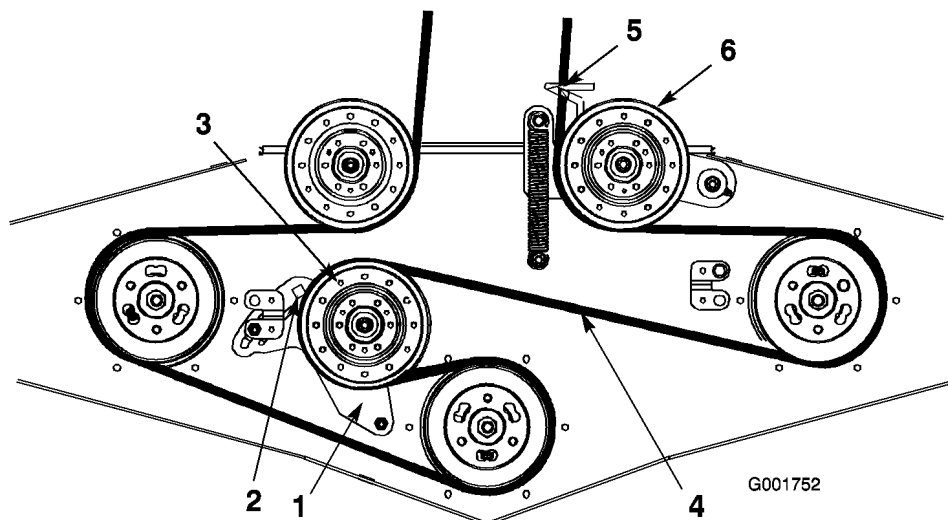

Figura 47
4. Afloje el brazo de la polea tensora fija y ajústelo para aliviar la tensión de la correa sobre la polea tensora fija (Figura 47).
6. Instale la correa nueva a través de la guía de la correa y alrededor de las poleas (Figura 47).